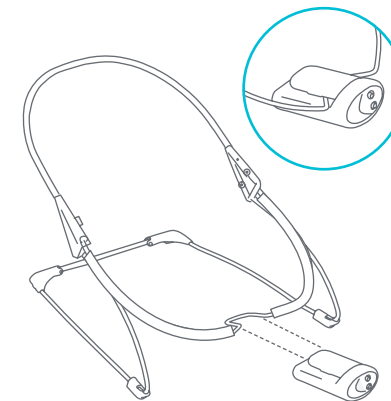

Fig. 7
- 7) • Align the mounting groove on the unit to the corresponding slot on Footrest wire. Slide the unit onto the mounting groove until it is securely in place (Fig. 7).
- Alinee la ranura de montaje de la unidad con la ranura correspondiente del alambre del apoyapiés. Deslice la unidad por la ranura de montaje hasta que esté bien sujeta (Fig. 7).